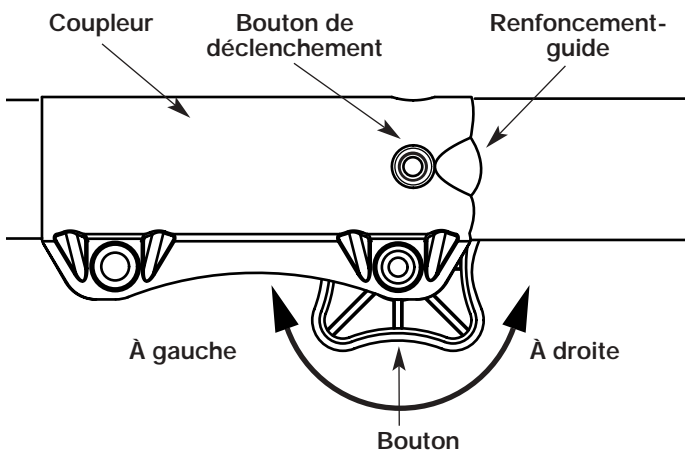

Fig. 5
1. Dévissez le bouton vers la gauche (Fig. 5).
2. Appuyez sur le bouton de déclenchement et maintenez-le enfoncé (Fig. 5).
2. Dévissez le bouton vers la gauche (Fig. 5).
REMARQUE : alignez le bouton de déclenchement avec le renforcement-guide pour faciliter l'installation (Fig. 5).